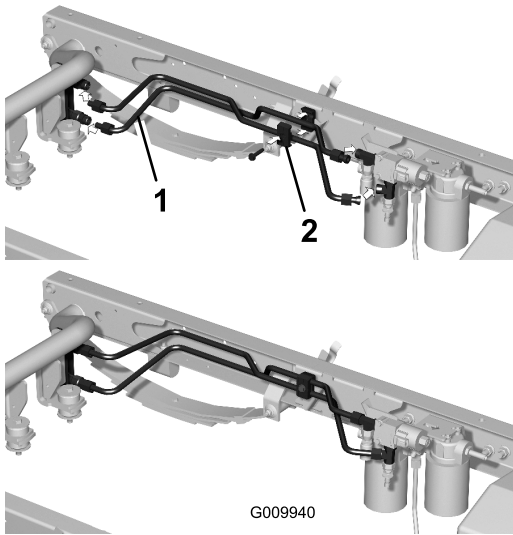

Figura 14
1. Monte sem apertar um tubo hidráulico rígido no acoplador rápido inferior e a união em T traseira na válvula (Figura 14).
2. Monte sem apertar um tubo hidráulico rígido no acoplador rápido superior e a união em T inferior na válvula (Figura 14).
3. Fixe os tubos com abraçadeiras e um parafuso (5/16 pol. x 1-½ pol.) e posicione as abraçadeiras como se mostra na Figura 14.